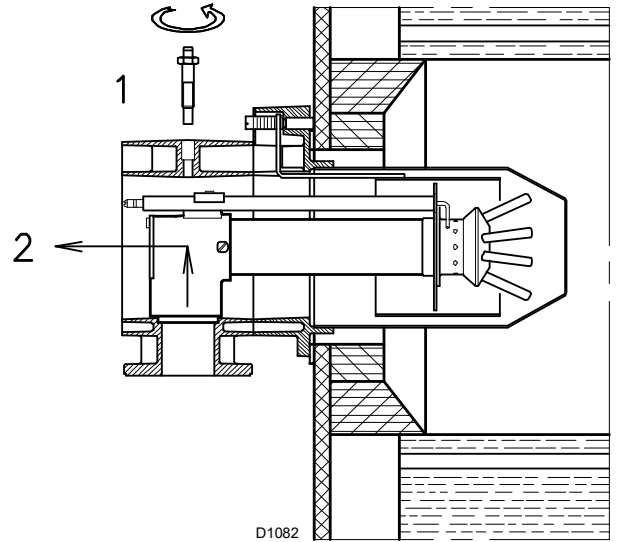

Fig. 10
- enlever la vis 1)(Fig. 10);
- d'extraire la partie interne 2)(Fig. 10) de la tête et de procéder à leur réglage.